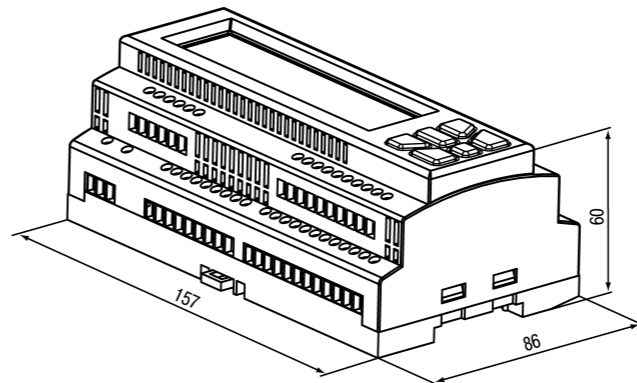

Рисунок 2 – Габаритные размеры корпуса
- Подготовить место на DIN-рейке для установки прибора (см. рисунок 2).